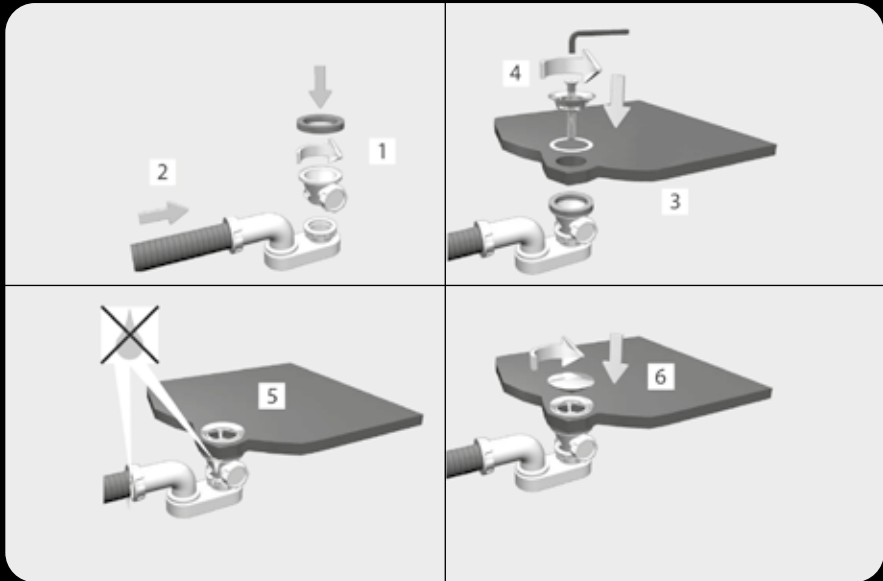

Fig.2
- Installer le kit d'écoulement sur la baignoire comme cela est indiqué en images (voir Fig. 2) et en respectant les instructions du fabricant du kit d'écoulement.